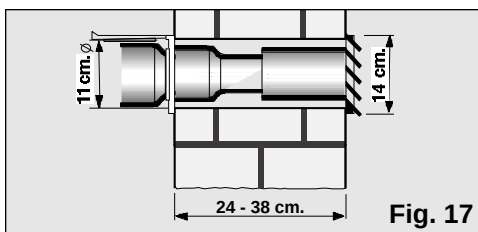

Fig. 17
- ☐ Para expulsar o ar quente através da parede é preciso efectuar um buraco na mesma para colocar o isolador de passagem, **Fig. 17.**